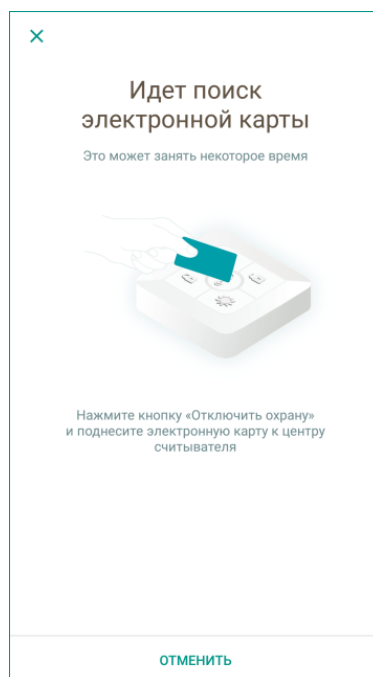
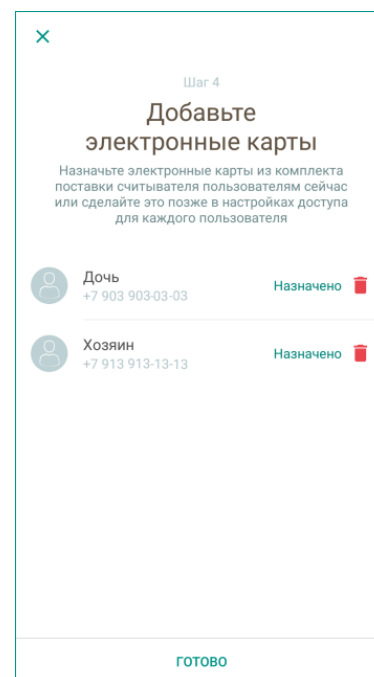

Рисунок 6.4 – Назначение RFID-меток пользователям (выполнение)
Рисунок 6.5 – Назначение RFID-меток пользователям (метки добавлены)
- На пульте нажмите кнопку отключения охраны (4, рисунок 2.1) и поднесите назначаемую RFID-метку к центру пульта. Удерживайте RFID-метку на расстоянии не более 1 см от пульта до тех пор, пока индикатор пульта не мигнет дважды красным цветом и не прозвучит один длинный звуковой сигнал. (см. рисунок 6.4). Пульт считывает RFID-метку и назначит ее пользователю (см. рисунок 6.5).